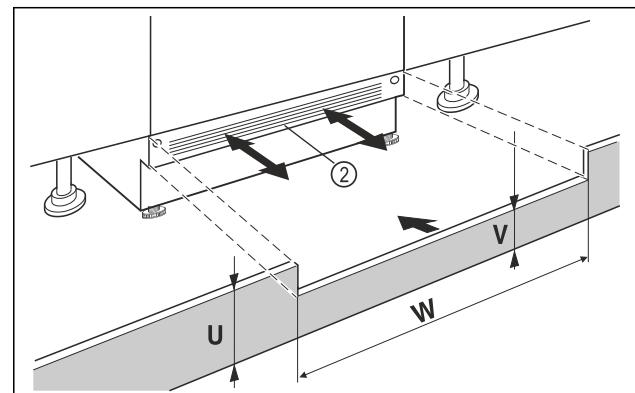

Fig. 72 Beispielhafte Darstellung
- Gerätesockelblende Fig. 72 (2) aufsetzen aber noch nicht fixieren.
- Bei sichtbarer Sockelblende Fig. 72 (2), diese so weit nach vorn ziehen, dass Vorderkante Lüftungsgitter und Möbelsockelblende eine Ebene bilden.
- Bei verdeckter Sockelblende Fig. 72 (2), diese ganz nach hinten schieben.
- Auf komplett freie Lüftungsschlitz achten: Bei Bedarf Höhe der Möbelsockelblende Fig. 72 (U) zuschneiden!
- Entlang der Nischenbreite Fig. 72 (W) die Steghöhe Fig. 72 (V) unter der Gerätesockelblende Fig. 72 (2) einpassen.